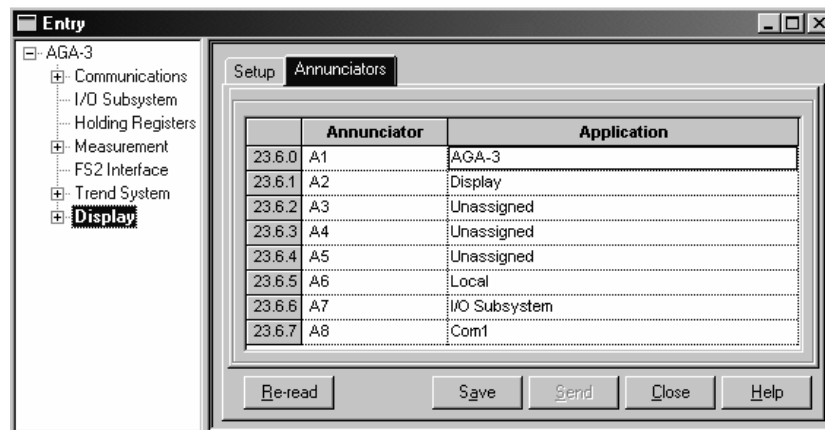

Figura 11 (Asignación de los anunciantes)
**NOTA:** Las aplicaciones en los dispositivos de la serie  $\mu$ FLO pueden asignarse a cualquier anunciador. Para comprobar las asignaciones actuales, ver anunciantes (*Annunciators*) en visualización (*Display*), en el modo de entrada (*Entry Mode*) del PCCU32 (Ver la Figura 11).